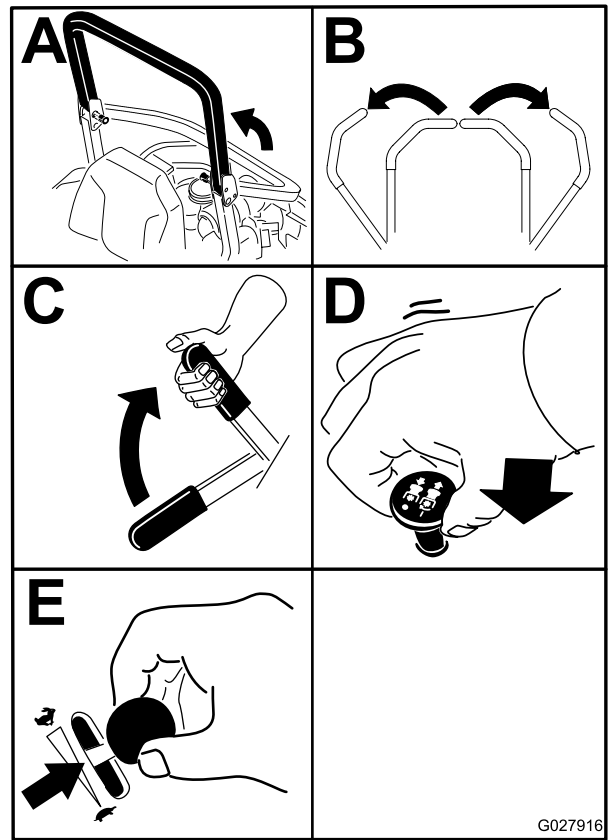

図 17
4. ブレード制御スイッチPTOがOFF位置になっていることを確認する 図 17。